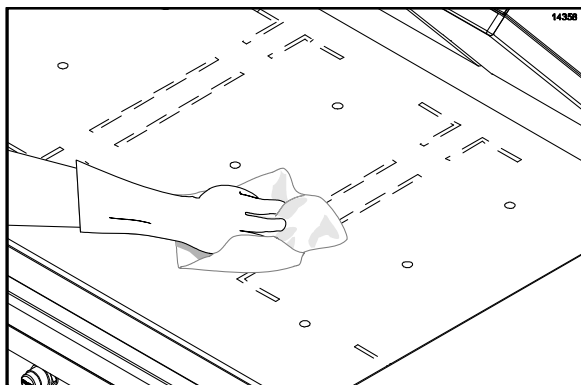

图 108
40. 将干净并浸湿消毒液的煎炉抹布盖在底煎炉面上，在上面倒上少量温水并擦掉残余污物。（请见图 108）